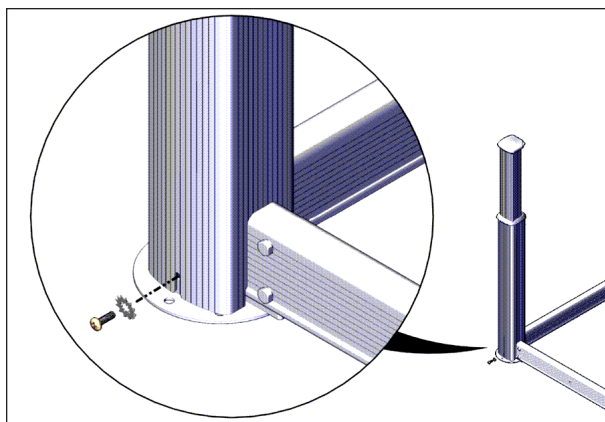

FIGURE 44: VIS DE VERROUILLAGE DES MANCHONS
21. Serrer les vis à tête cruciforme M6 x 20 mm dans le bas de chacun des 4 manchons, voir Figure 44.